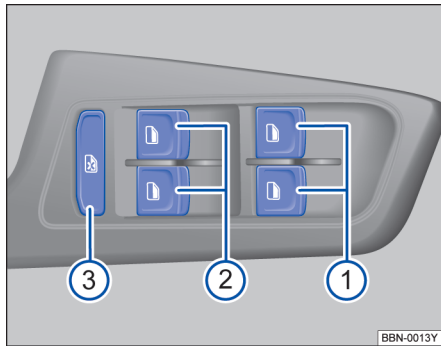

图 72 在驾驶员侧车门内：前部和后部车窗升降器的按钮。
→ 图 72 的图例：
|  | 安全按钮→图 72③ 停用后车门内的车窗升降器按钮。这时按钮中的黄色指示灯亮起。                                               |